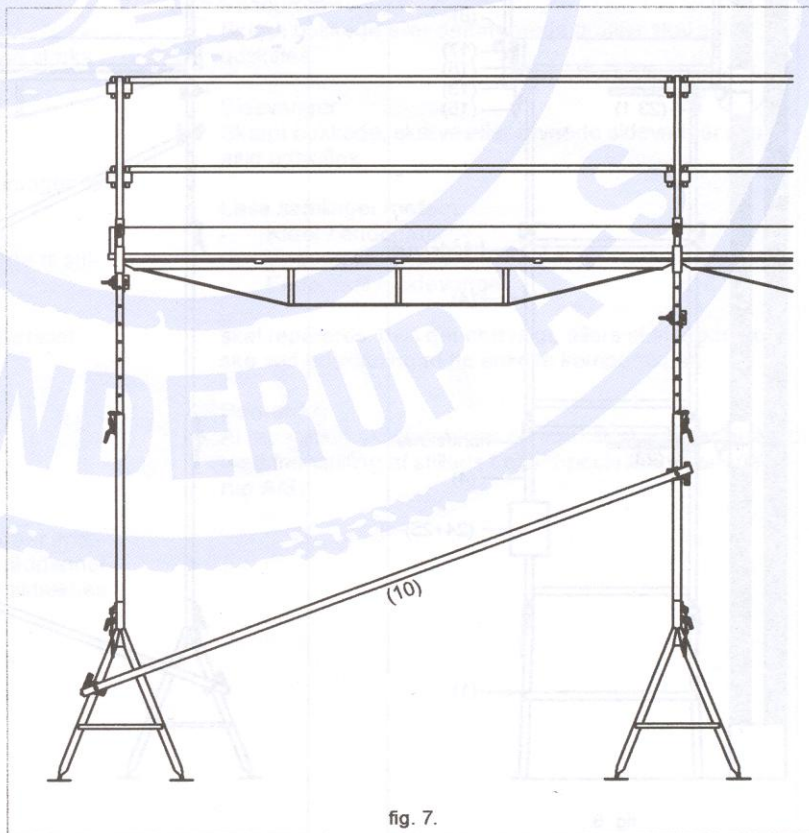

fig. 7.
Stilladser højere end 2 meter skal afstives med diagonaler (10). Diagonalerne monteres på bukke i hvert 5. fag og altid i endefagene, fig.7. Kilekoblingerne, låses med en 500 g tung hammer til stopslag.